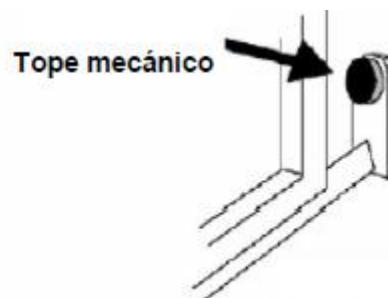
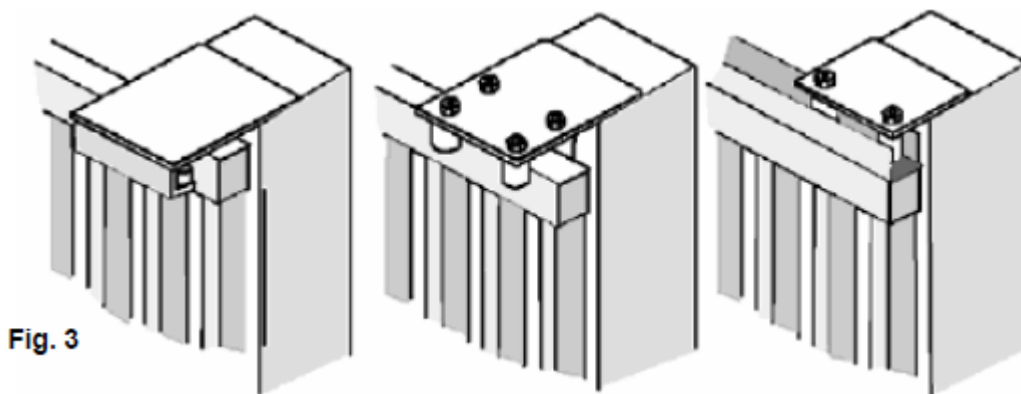

Fig. 2
Fig. 3
1. Antes de proceder a la fijación de la cremallera, verificar que la guía de desplazamiento del porton (**Fig. 1**) no presente malformaciones, que se encuentre perfectamente nivelada y que el tope mecánico en apertura este presente (**Fig. 2**), para evitar que el porton salga de las guía superiores (**Fig. 3**).
- Verificar que la guía de desplazamiento superior (**Fig. 3**) esta fijada de forma firme y que el porton se desplace libremente.
Posicionar el motorreductor y fijarlo con los pernos suministrados A (Fig.2).
Fijar firmemente la cremallera en el porton, dejando una distancia de 2 a 3 mm desde el piñón del motor y el diente de la cremallera. (Fig. 3)